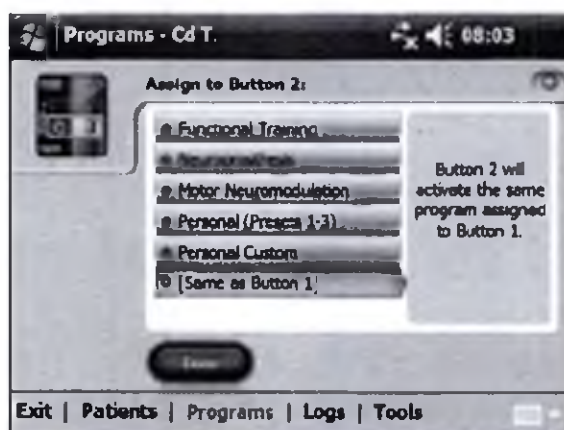

Рис. 8-33 Окно назначения пользовательской кнопки 2
2. Откроется окно назначения Кнопки 2. См. рисунок 8-33.